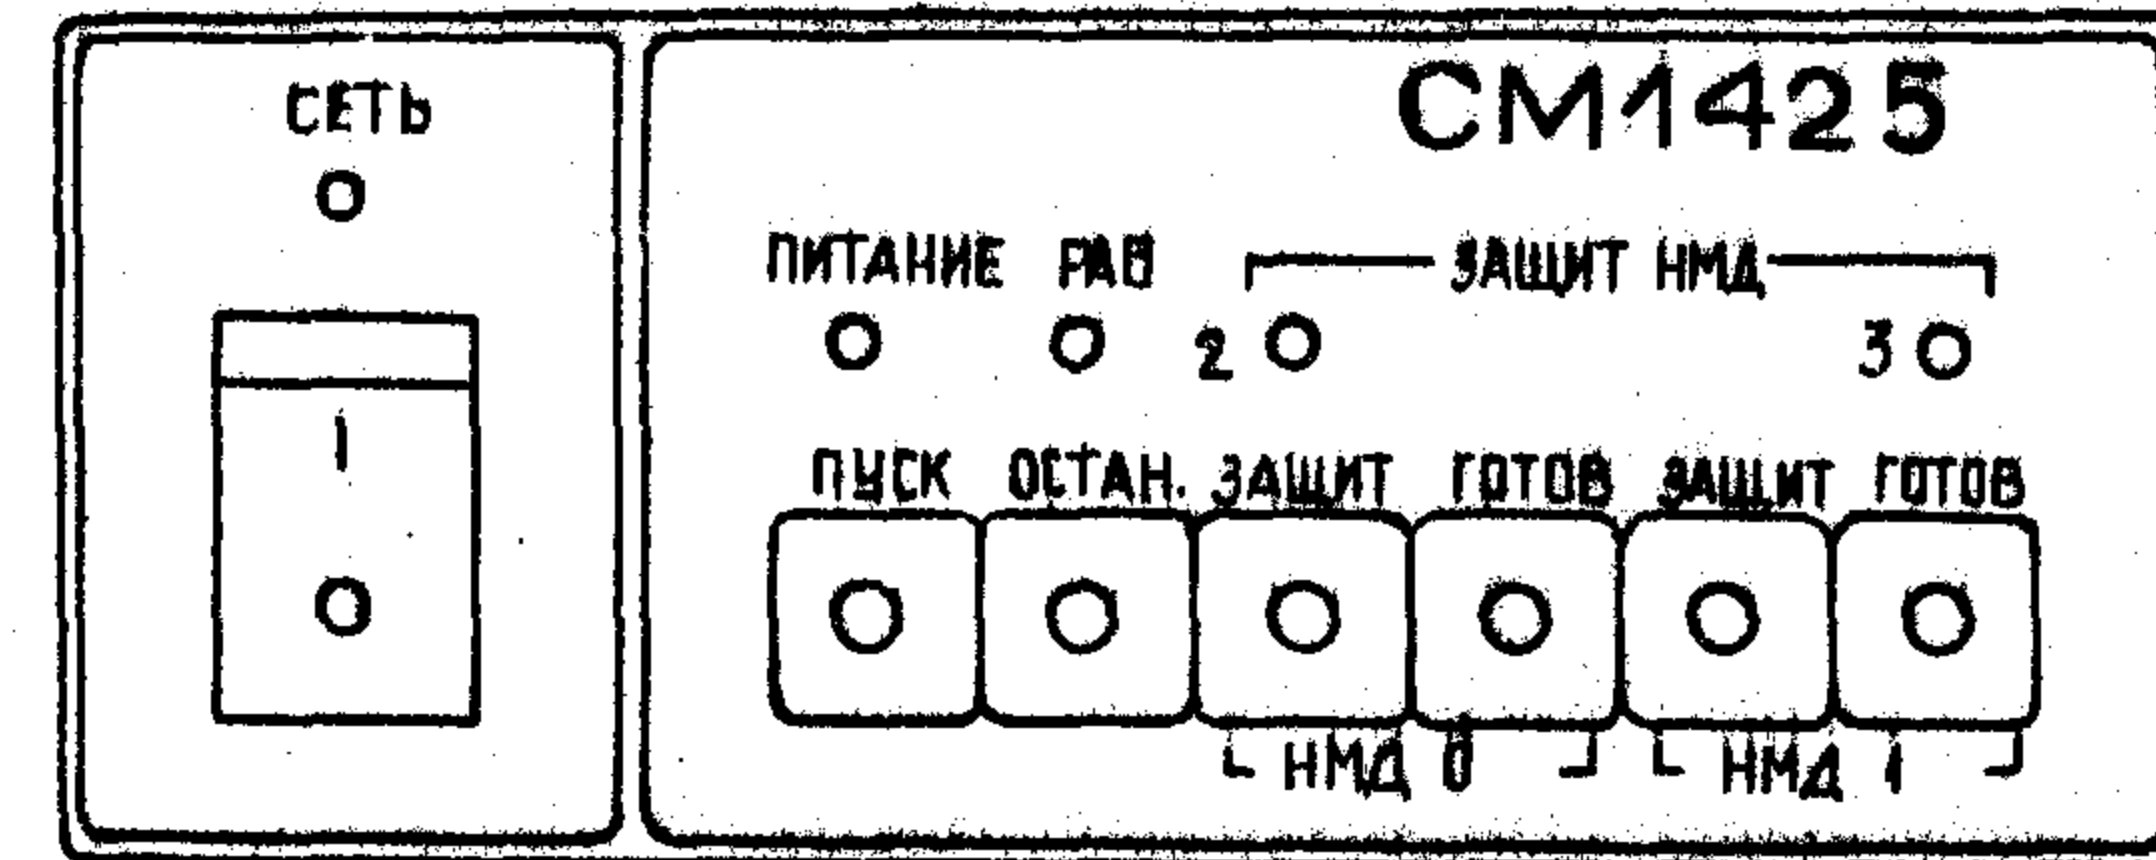

Рис. 3
9.3.1. ПУЛЬТ УПРАВЛЕНИЯ СМ1425 РАСПОЛОЖЕН В ВЕРХНЕЙ ЧАСТИ БАЗОВОГО БЛОКА КОМПЛЕКСА. ВНЕШНИЙ ВИД ПУЛЬТА ПРИВЕДЕН НА РИС. 3.